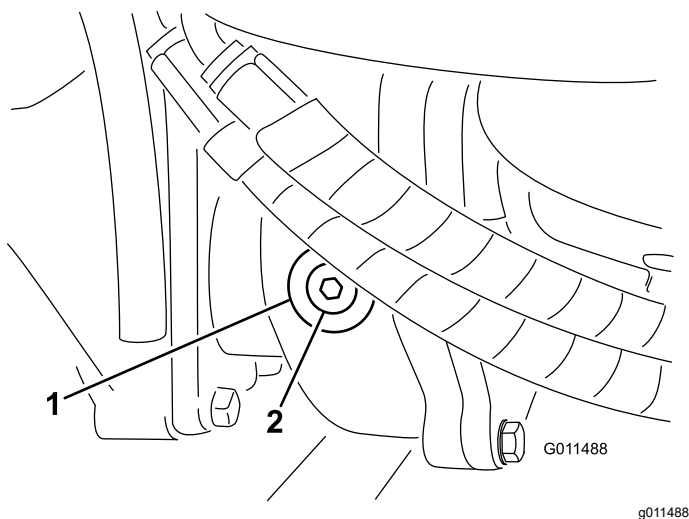

Рисунок 74
2. Снимите пробку контрольного (заливного) отверстия с левой стороны редуктора и убедитесь, что масло доходит до нижнего края отверстия (Рисунок 74).